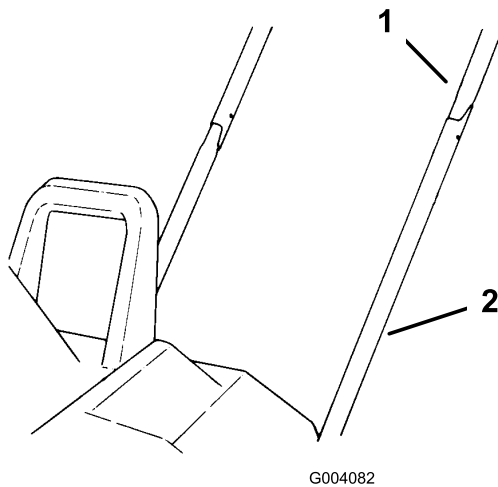

Figure 3
3. Plaats de rechtse bovenbuis op het uiteinde van de rechtse onderbuis (Figure 3).
4. Plaats de linkse bovenbuis op het uiteinde van de linkse onderbuis (Figure 3).
5. Druk de bovenste buizen samen en beweeg deze naar beneden totdat de montagegaten in de boven- en onderbuizen recht tegenover elkaar staan (Figure 3).